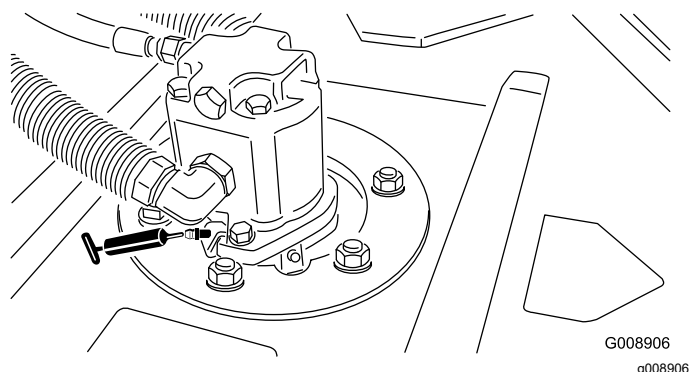

Figure 72
- Roulements d'axes de pivots des unités de coupe (2 par unité de coupe) – Figure 72